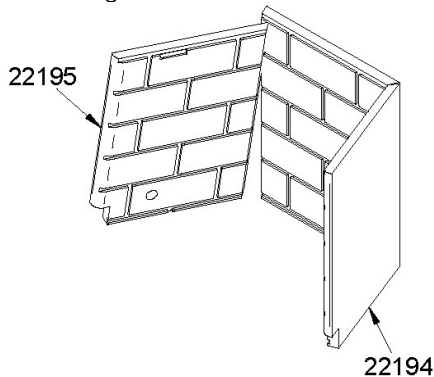

Figure 42.4
4. Retirez les panneaux réfractaires de gauche et de droite (22195 et 22194).ou (22332 et 22331) Figure 42.4